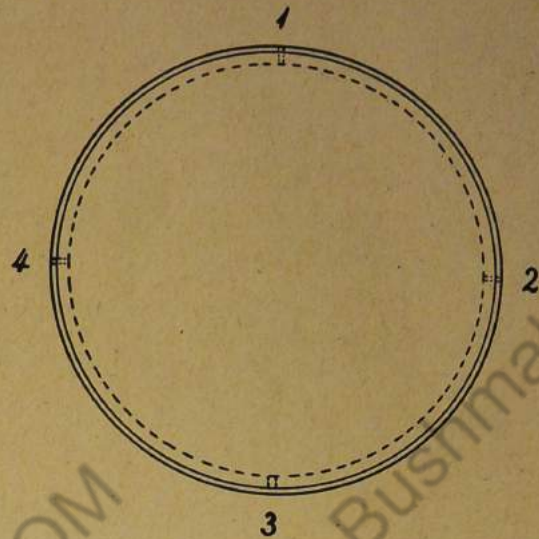

Bild 52: Stellung der Kolbenringschlitze
6. Kolbenringe mit Kolbenringzange einsetzen, wobei beachtet werden muß, daß die Kolbenring-schlitzte gegeneinander versetzt sein müssen (Bild 52)